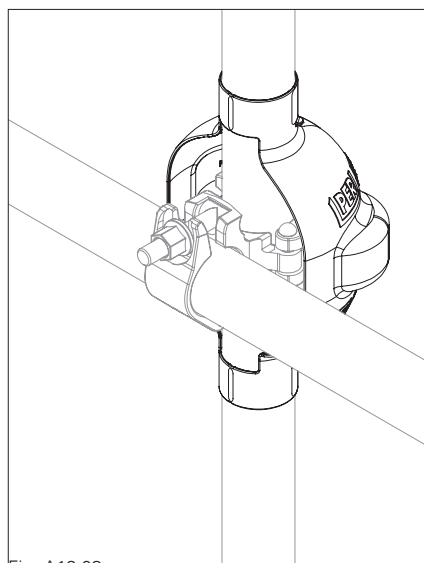

Fig. A16.03c
4. Per i tubi che si incrociano, montare 2x coprigiunti in plastica UPC-C sovrapposti su uno o su entrambi i tubi. (Fig. A16.03c + A16.03d)